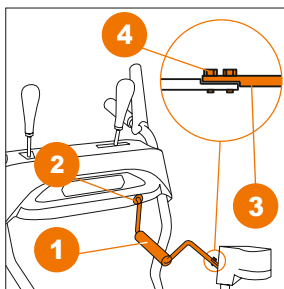

Рис. 9
– Вставьте один конец рукоятки поворота желоба (1) в отверстие (2) на панели оператора (Рис. 9).
– Соедините второй конец рукоятки с поддерживающей штангой (3) с помощью двух болтов (4) (Рис. 9).